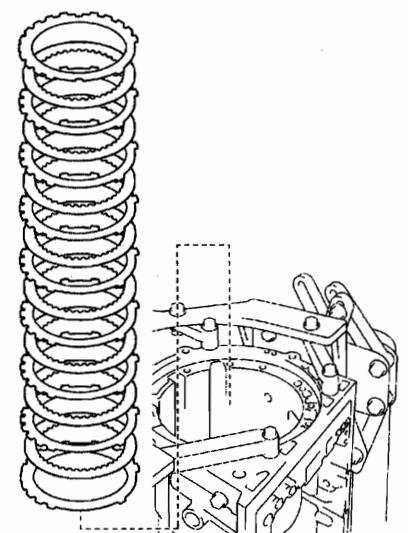

图 12-1-58
(63) 拆下 4 号制动盘。如图 12-1-58 所示, 从变速器壳上拆下 7 个片、8 个盘和 2 个法兰。
(7) 安装 4 号制动盘。如图 12-1-58 所示, 安装 7 个片、8 个盘和 2 个法兰。安装顺序为 F—D—P—D—P—D—P—D—P—D—P—D—P—D—F, 其中: P 为盘, D 为片, F 为法兰。